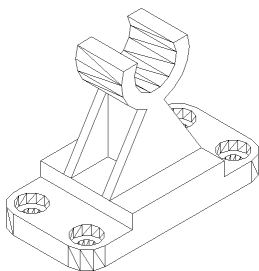

图 14-10 消隐结果
- 04 选择菜单【视图】|【消隐】命令，对差集后的实体模型进行消隐，结果如图 14-10 所示。